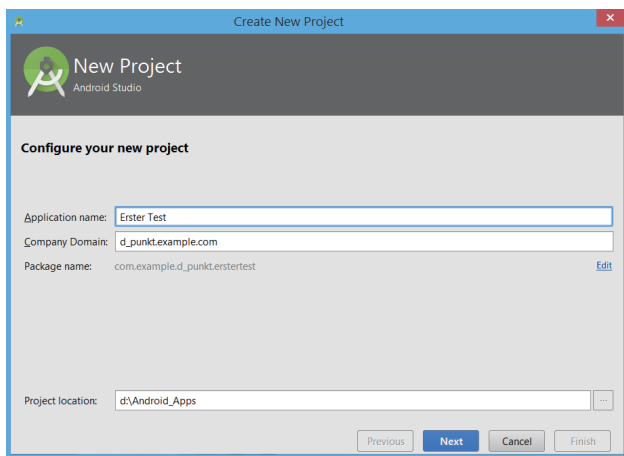

图 2-27 创建新项目
- 配置新项目：给 App、包名以及项目文件夹命名或者直接采用默认设置。App 一般会存储在各个设备的用户文件夹中，但这种存储方式有时并不实用，因此我建议你给 App 创建一个独立的文件夹，这样看起来更一目了然。包的名称由用户提供，创建 App 的项目文件夹后会自动使用这些信息，以便开发环境能够识别包的从属关系。然后点击“下一步”（Next）按钮（如图 2-27 所示）。